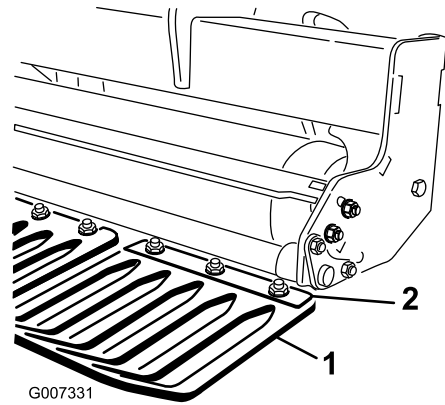

Bild 17
1. Lockern Sie die Muttern, mit denen die Klemmen der Rasenschutzvorrichtung an der Werkzeuggeste der Rasenschutzvorrichtung befestigt sind (Bild 17).